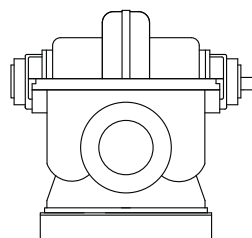

Рис. 7 Насос со свободным концом вала с отдельной рамой-основанием
5. Насос со свободным концом вала с отдельной рамой-основанием. См. рис. 7.